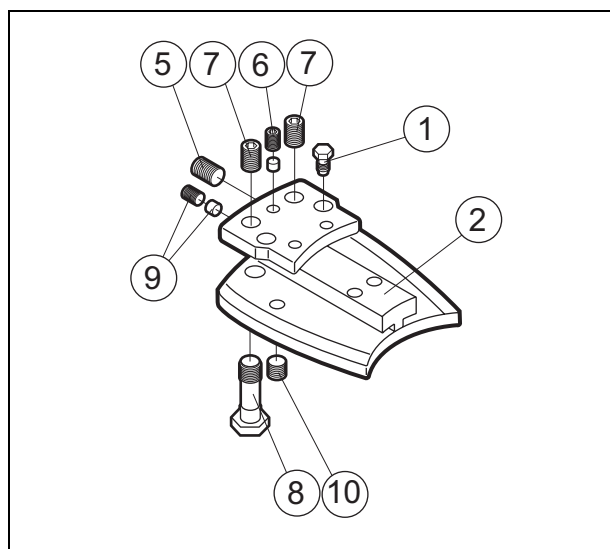

Fig. 22 Support de barre
Si une barre de scie est détruite, il est possible que les vis-mère (8) soient endommagées. Voir Fig. 22. Par exemple, seulement l'extrémité filetée reste dans le support de barre (2).